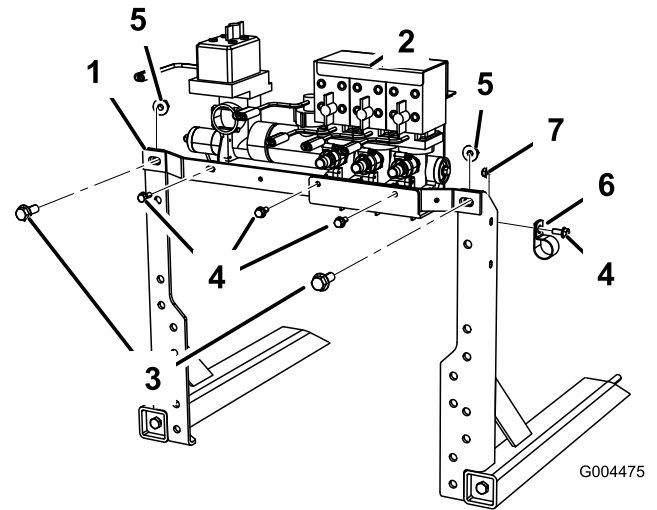

Figura 9
1. Instale a nova barra transversal nos postes da válvula utilizando os dispositivos de fixação que removeu anteriormente (Figura 9).
2. Fixe o conjunto da válvula à barra utilizando 3 parafusos (5/16 x 3/4 pol.); consulte Figura 9.
3. Instale a braçadeira de tubos no poste da rampa direito (Figura 9).